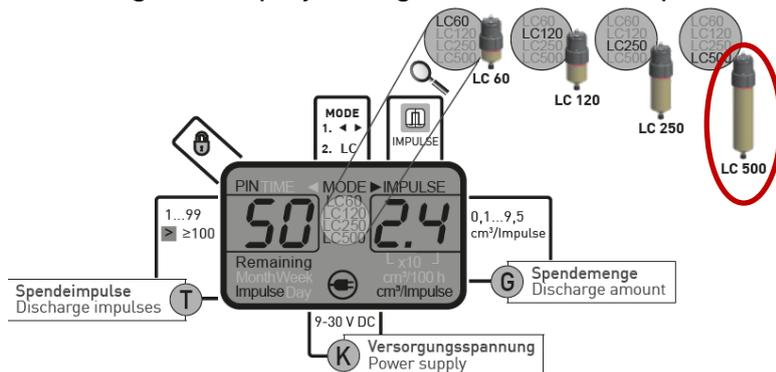

Abbildung 4: Neue Displayanzeige bei Betriebsmodus IMPULSE mit vier LC Größen, Spendeimpulse [T], Spendemenge [G] und Versorgungsspannung [K]
- Änderung der Displayanzeige und der Einstellparameter (vgl. Abbildung 4):